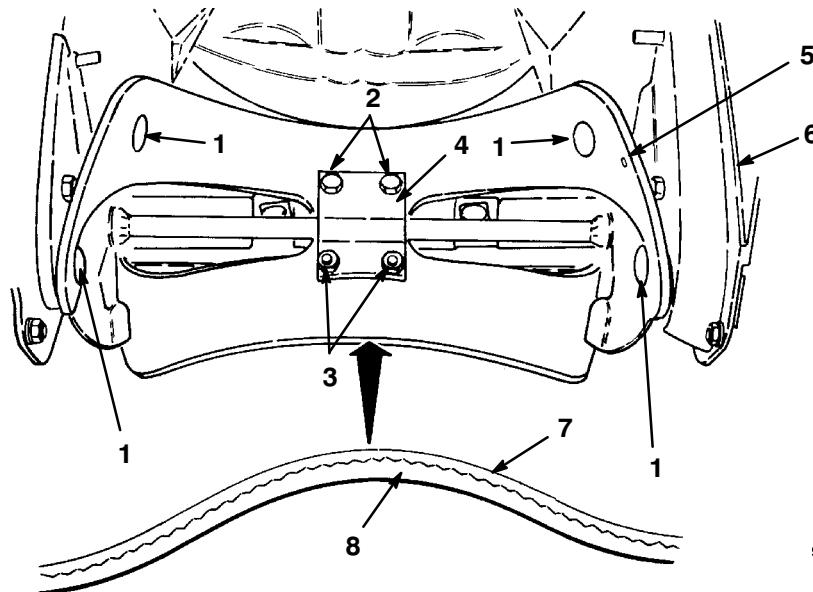

Figure 13
1. Enlevez les quatre vis Torx, les deux vis d'assemblage et les six contre-écrous qui fixent la pale à l'ensemble arbre de turbine (Fig. 13).
2. Déposez la pale en la faisant coulisser entre les supports (Fig. 13).
1. Examinez le bord de la pale neuve pour détecter la différence d'épaisseur (Fig. 13). Certaines pales portent un numéro de référence du côté épais.
Montez les pales en dirigeant la couche épaisse vers l'**intérieur** de la courbe (Fig. 13). Si elles ne sont pas montées correctement, les pales risquent d'être déséquilibrées, ce qui fait "sauter" ou "rebondir" la déneigeuse.
4. Placez la tête des vis sur le côté épais de la pale (Fig. 13).
5. Courbez la pale et fixez-la avec les quatre vis Torx et contre-écrous restants, en plaçant la tête des vis sur le côté épais de la pale (Fig. 13).